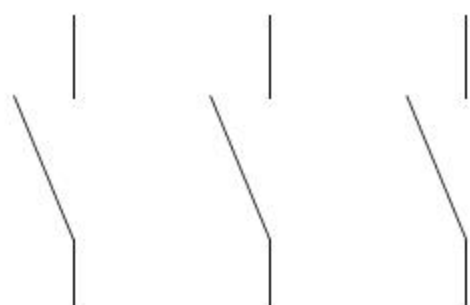

图8-87 复制线段
- 08 调用CO【复制】命令，选择斜线向右移动复制，结果如图8-87所示。